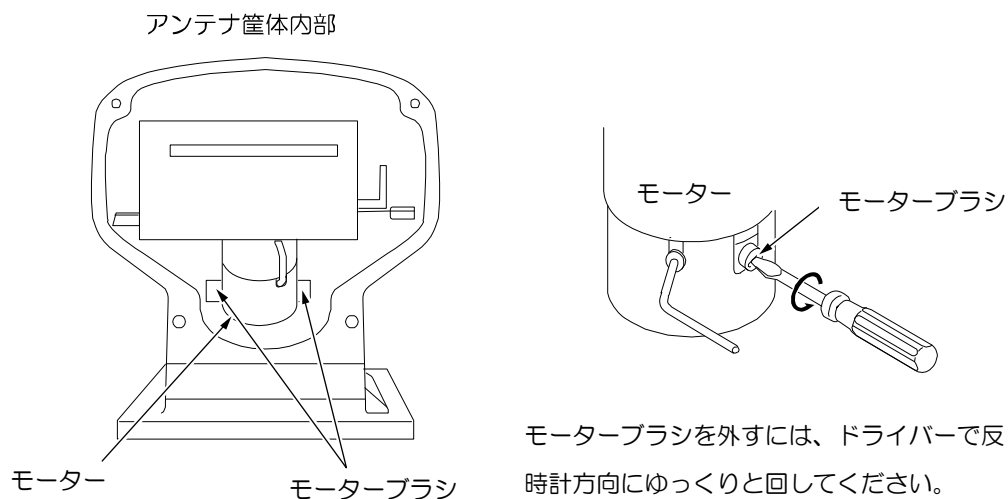

図 5.2 モーターブラシの交換
- (1) 取り付けねじを緩めて、空中線部船首方向側のカバーを外して下さい。筐体内部に、アンテナ駆動モーターが見えます。
- (2) 図 5.2 を参照して、マイナスドライバーを使ってモーターブラシを外して下さい。
- (3) ドライバーをブラシ部の溝に差し込み、反時計方向にゆっくりと回して下さい。モーターブラシを交換する場合、必ず両側のブラシ共、交換して下さい。
- (4) ブラシを差し込み、逆の手順でブラシを取り付けてください。